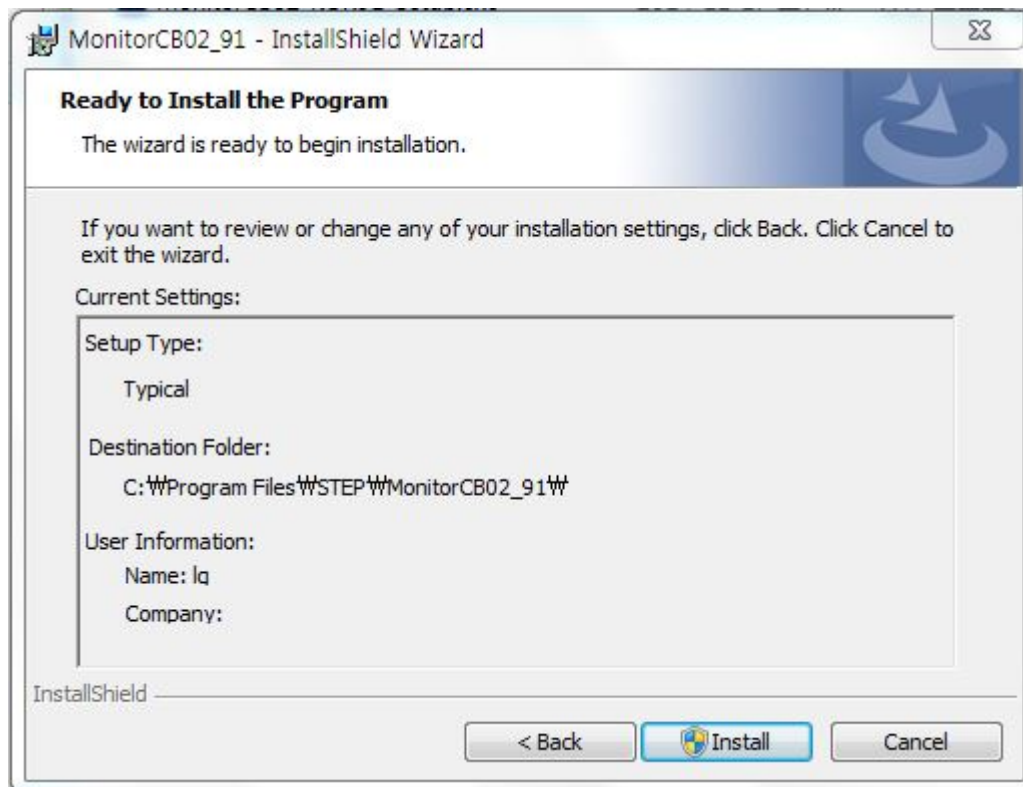

Fig. 3.1.4
- “Next >” 를 클릭하여 계속 진행한다. Fig.3.1.4 처럼